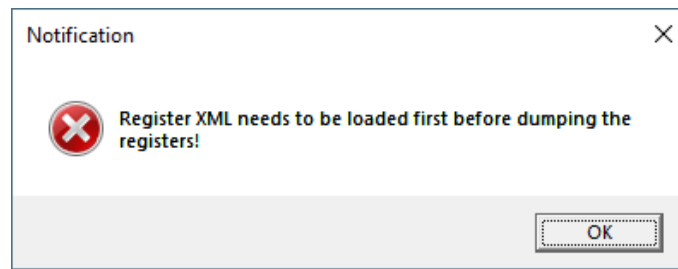

Figure 30. レジスタ定義の読み込みの通知ダイアログボックス
**注：** 「レジスタダンプ」を実行する前に、対応するレジスタ定義を選択するか（Figure 67）、最初にロードする（4.1.4.1 Load register configuration from file）必要があります。それ以外の場合は、次の通知が表示されます（Figure 30）。